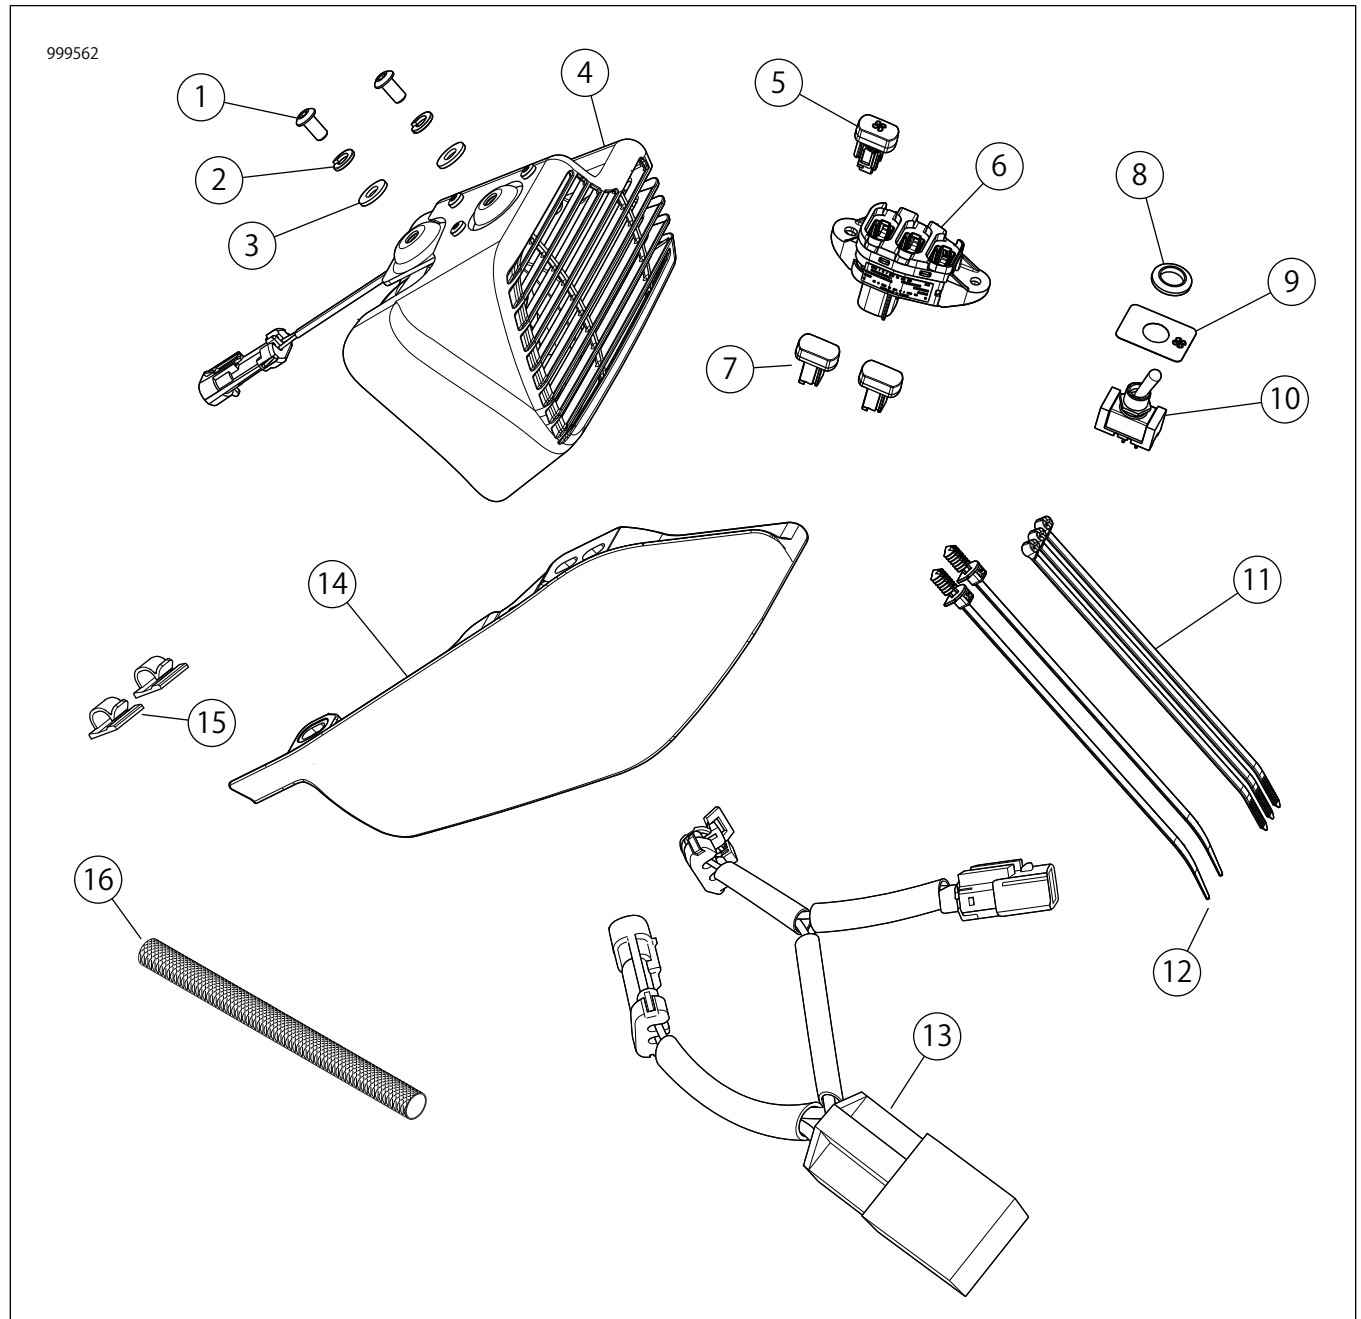

図7. 交換用パーツ:ファンキット
「図7」および「表1」を参照してください。
1. 「図7」を参照。以前装着していた場合は、新品のミッドフレームデフレクター(13)を取り付けます。
5. 「図7」を参照。ノンフェアリングスイッチの位置：ファンスイッチ(10)を取り付けます。
6. 「図7」を参照。フェアリングスイッチの位置：ファンスイッチ(5)を取り付けます。